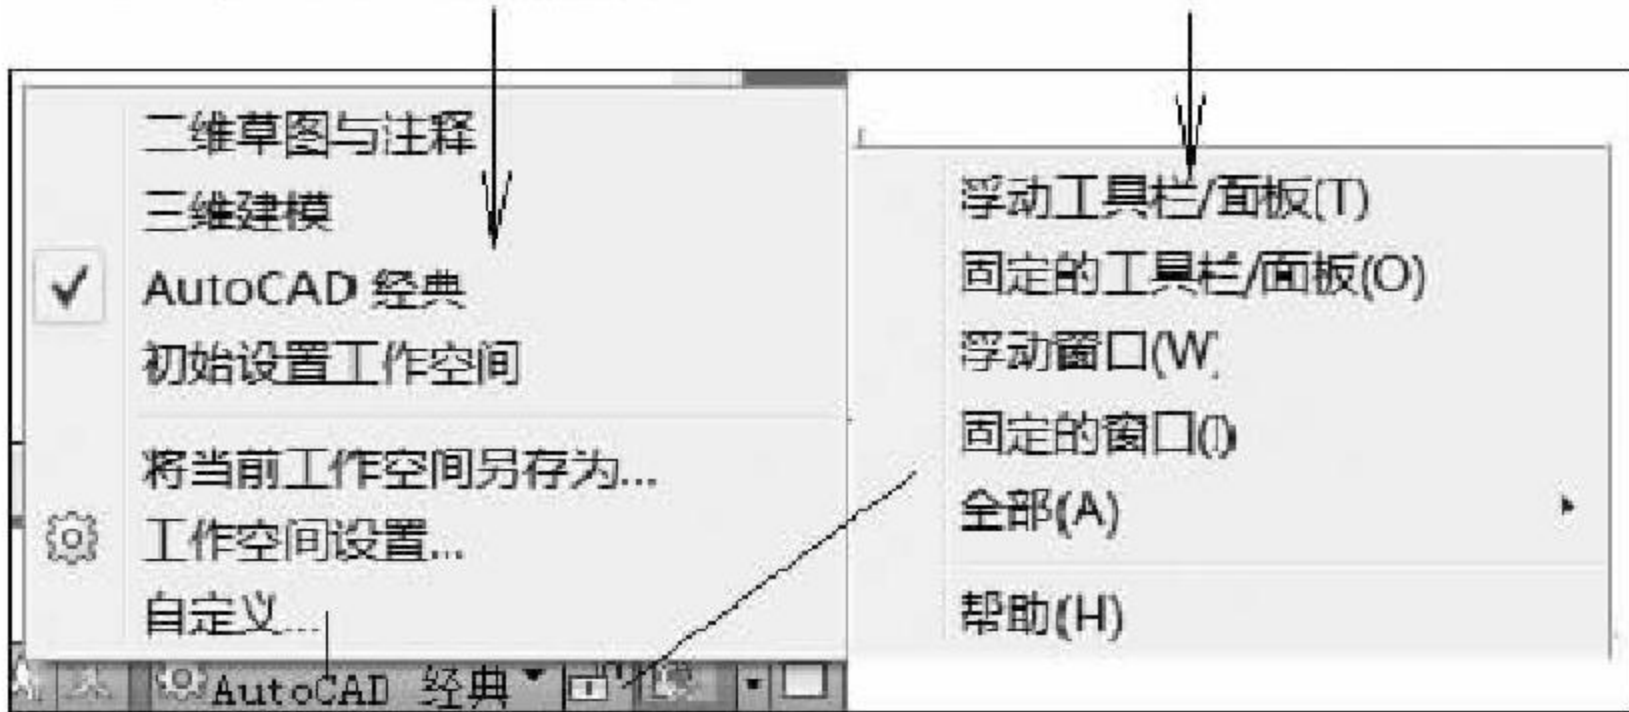

图 1-37 恢复主操作窗口界面的操作
- (1) 单击图 1-37 所示“系统设置工具”处的“选项”按钮。